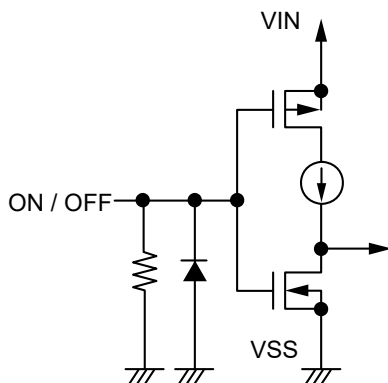

図18 S-1333シリーズA / Cタイプ
ON / OFF端子は図18、図19の構造になっています。
*1. ON / OFF端子をVIN端子に接続した状態で動作させたときのS-1333シリーズA / Cタイプの消費電流は、プルダウン抵抗に流れ込む電流分だけ多く流れますので注意してください (図18参照)。